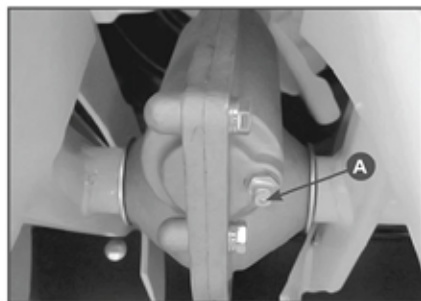

Рис.37 Обслуживание редуктора
Добавляйте смазку в редуктор через масленку Рис. 37 (A) специальным шприцем (в комплект поставки не входит) каждые 50 часов работы. Используйте универсальную консистентную смазку «Литол-24» или аналогичные смазки.